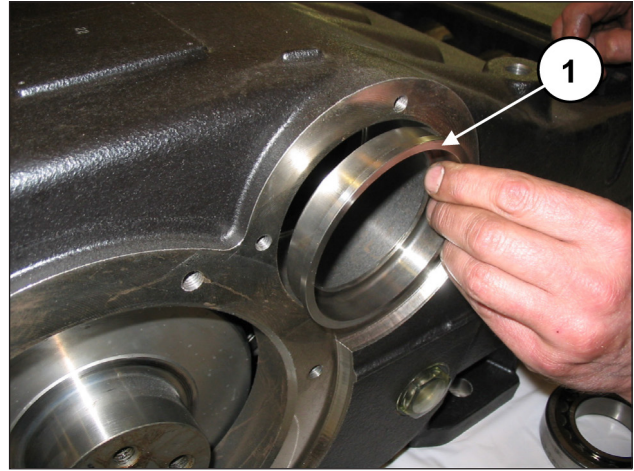
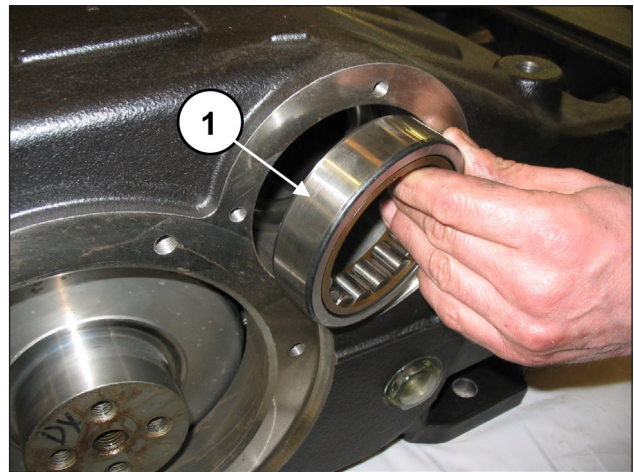

Fig. 53
Fig. 54
Sur un côté du carter, insérer la douille de lubrification des coussinets (rep. ①, Fig. 53) et une bague extérieure du coussinet (rep. ①, Fig. 54) à l'aide d'un tampon et d'un outil à inertie.